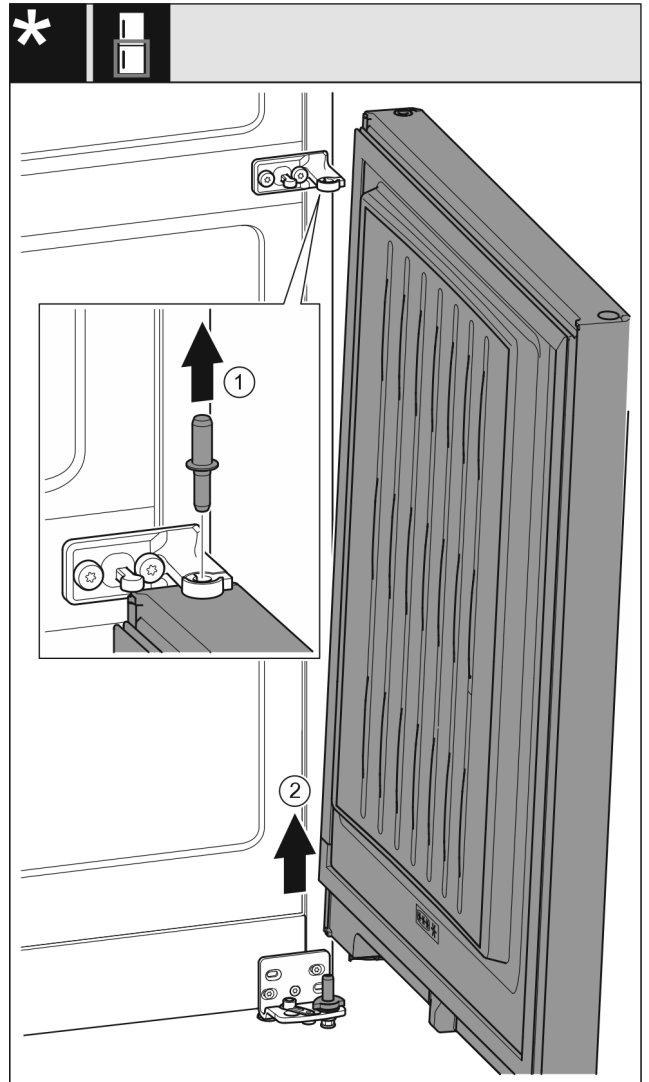

Fig. 8
- Sortir le boulon par le haut. *Fig. 8 (1)*
- Faire pivoter la porte vers l'extérieur, la tirer vers le haut et la mettre de côté. *Fig. 8 (2)*